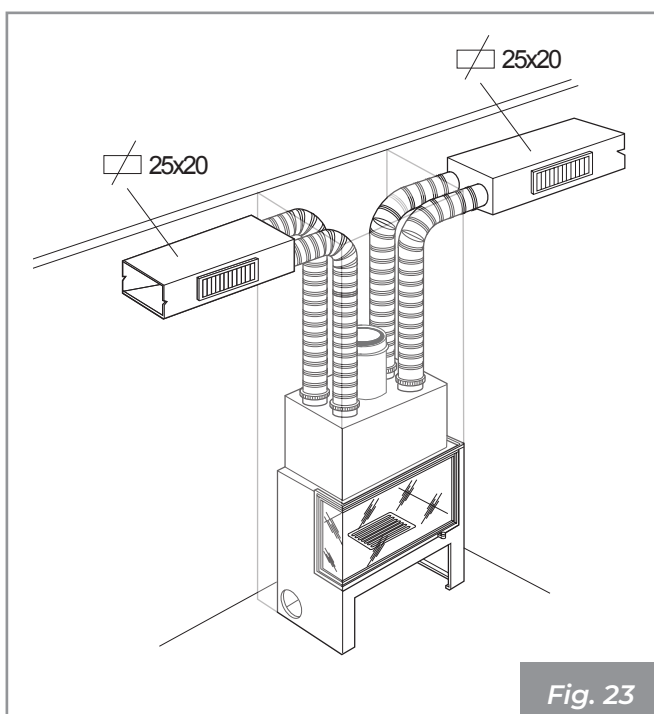

Fig. 23
- Tubo liso metálico - longitud hasta 14 m en doble conducto **(Fig. 23)**.